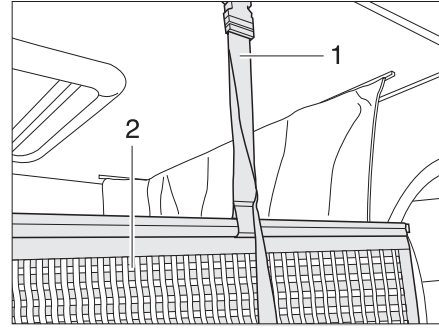

Fig. 97 Fixation filet de sécurité
Le filet de sécurité (Fig. 97,2) et les sangles de retenue sont rangés sous le matelas. Ne tendre le filet de sécurité qu'une fois que les personnes se trouvent dans le lit escamotable.
- Faire s'enclencher les sangles de retenue (Fig. 97,1) dans les œillets du plafond.